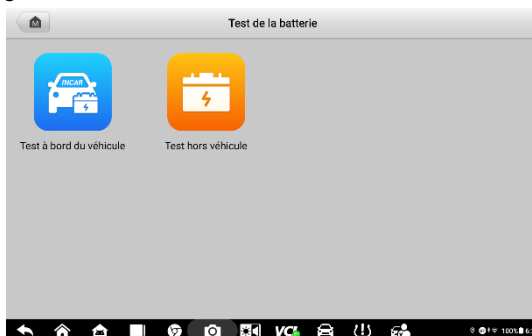

Figure 8-3Écran de test de la batterie
1. Appuyez sur l'application **Test de batterie** dans le menu des tâches MaxiSys . L'écran Test de batterie s'affiche (voir Figure 8-3Écran de test de la batterie) .